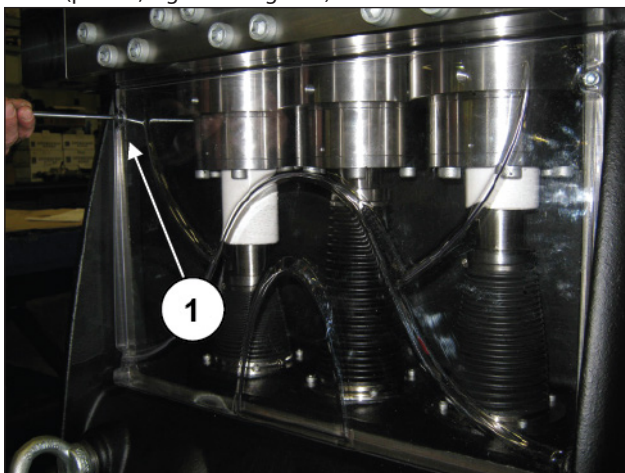
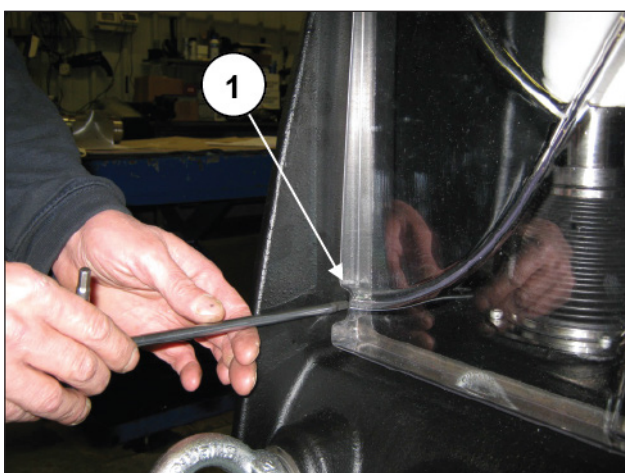

Fig. 243
Fig. 244
Reposicione agora a cobertura de inspeção superior, aparafusando com cuidado os quatro parafusos M6 que os fixam (pos. ①, Fig. 243 e Fig. 244).